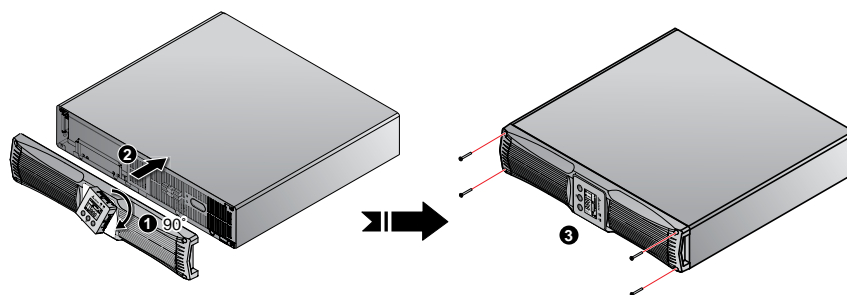

Рис. 3-7. Поверните панель управления на 90° по часовой стрелке, установите её на место, затем установите пластмассовую переднюю панель
- 3 Поверните панель управления на 90° по часовой стрелке и 1 вставьте её в пластмассовую переднюю панель 2. Установите пластмассовую переднюю панель на место и затяните четыре винта 3. См. **Рис. 3-7**.